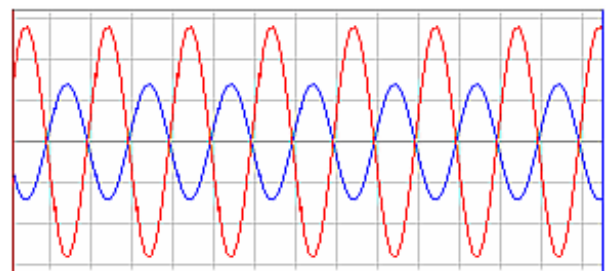

Figura 6 - Formas de onda para o amplificador operacional como inversor.
Pela equação (5) pode-se concluir que a tensão na saída será o dobro da tensão na entrada, porém com o sinal invertido, conforme pode ser visto na figura 6.